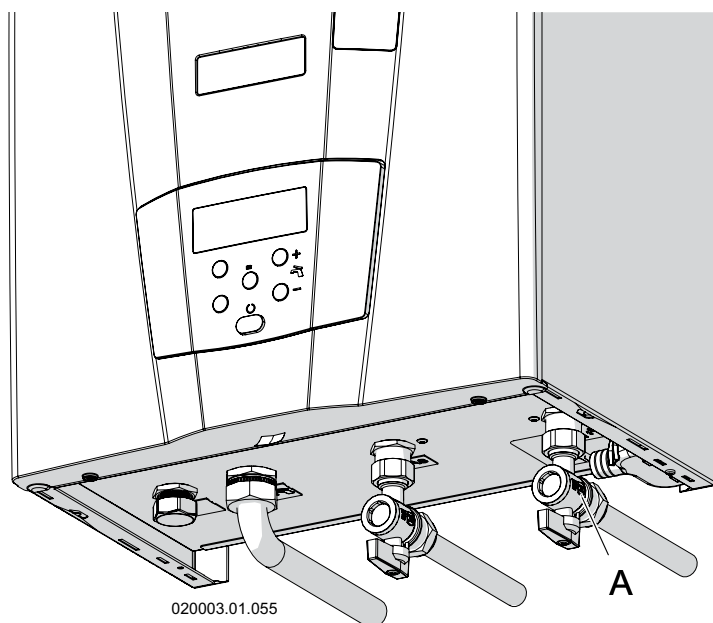

Figura 6-13 - selettore portata acqua calda sanitaria ("A")
- 5 - se la temperatura dell'acqua è troppo fredda occorre ridurre la portata attraverso un rubinetto posto a monte dell'apparecchio, fino al raggiungimento della temperatura desiderata (vedi figura 6-13, particolare "A").